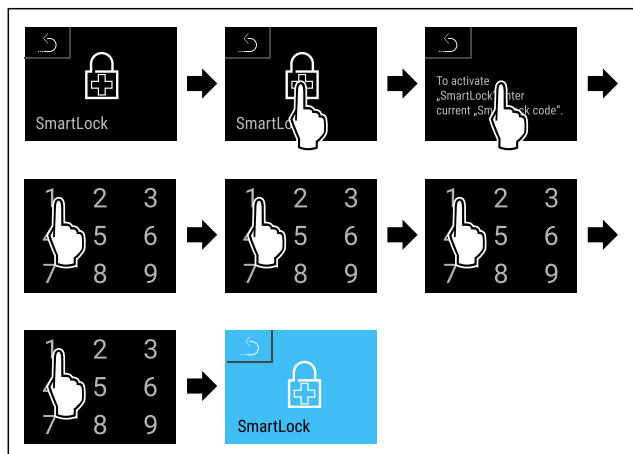

Fig. 83
- ▶ Seguir los pasos de procedimiento (consulte Fig. 83) .